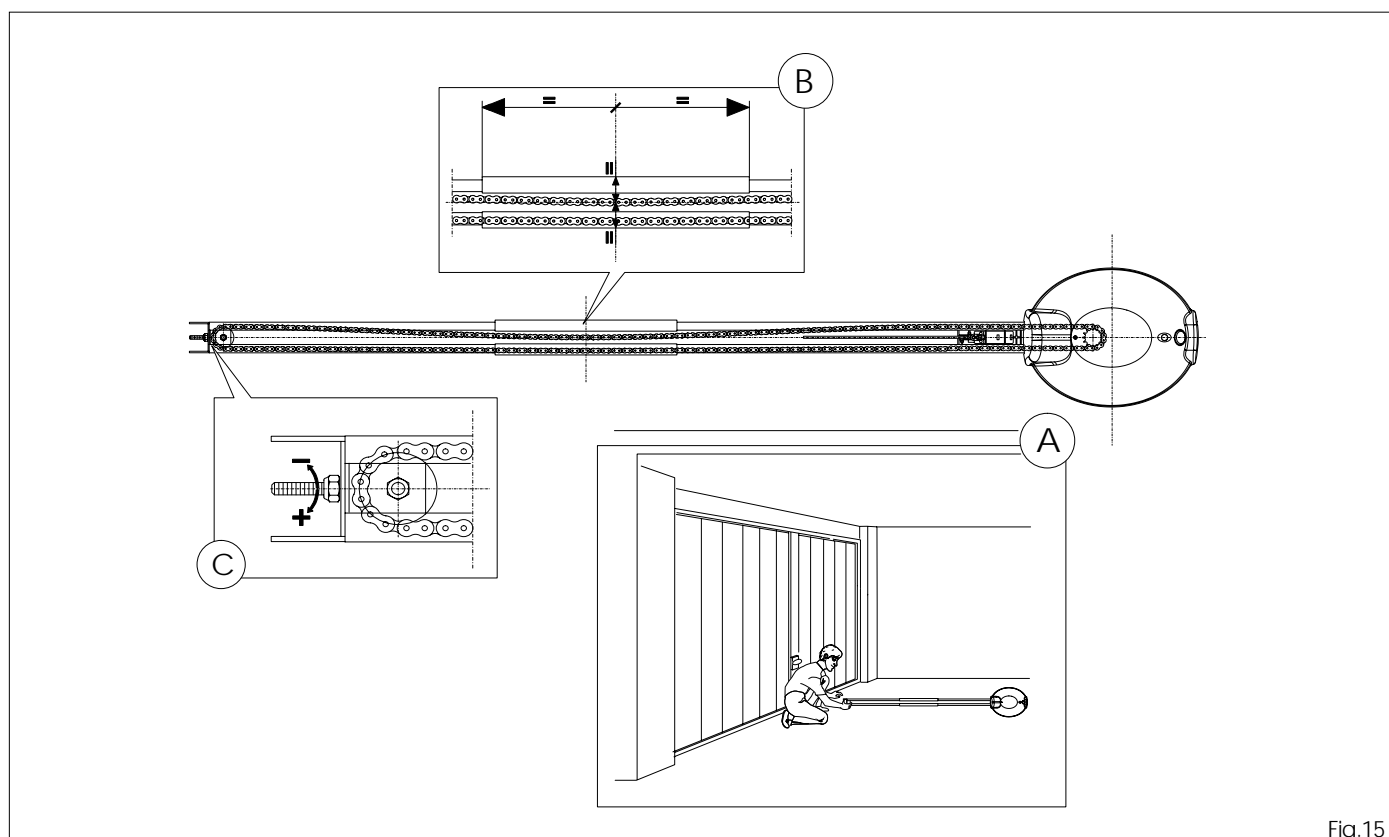

Fig.15
5.11 Positionner l'opérateur au sol dans le sens vertical (fig.15 réf.A).
5.12 Vérifier la tension de la chaîne en s'assurant que les deux distances chaîne inférieure-chaîne supérieure et chaîne supérieure-joint rail supérieur sont identiques, d'après la fig.15 réf.B.
5.13 Régler, si nécessaire, la tension de la chaîne en agissant sur l'écrou indiqué dans la fig.15 réf.C.